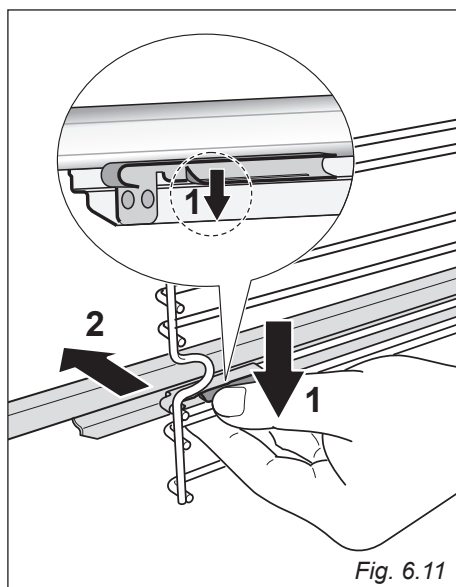

Fig. 6.11
- Individuare le clips di aggancio delle slitte scorrevoli; sono quelle alette che sono agganciate ai rebbi dei telai laterali (freccia 1 di fig. 6.11).
- Tirare le clips per sganciare il rebbo dei telai laterali (freccia 2 di fig. 6.11).